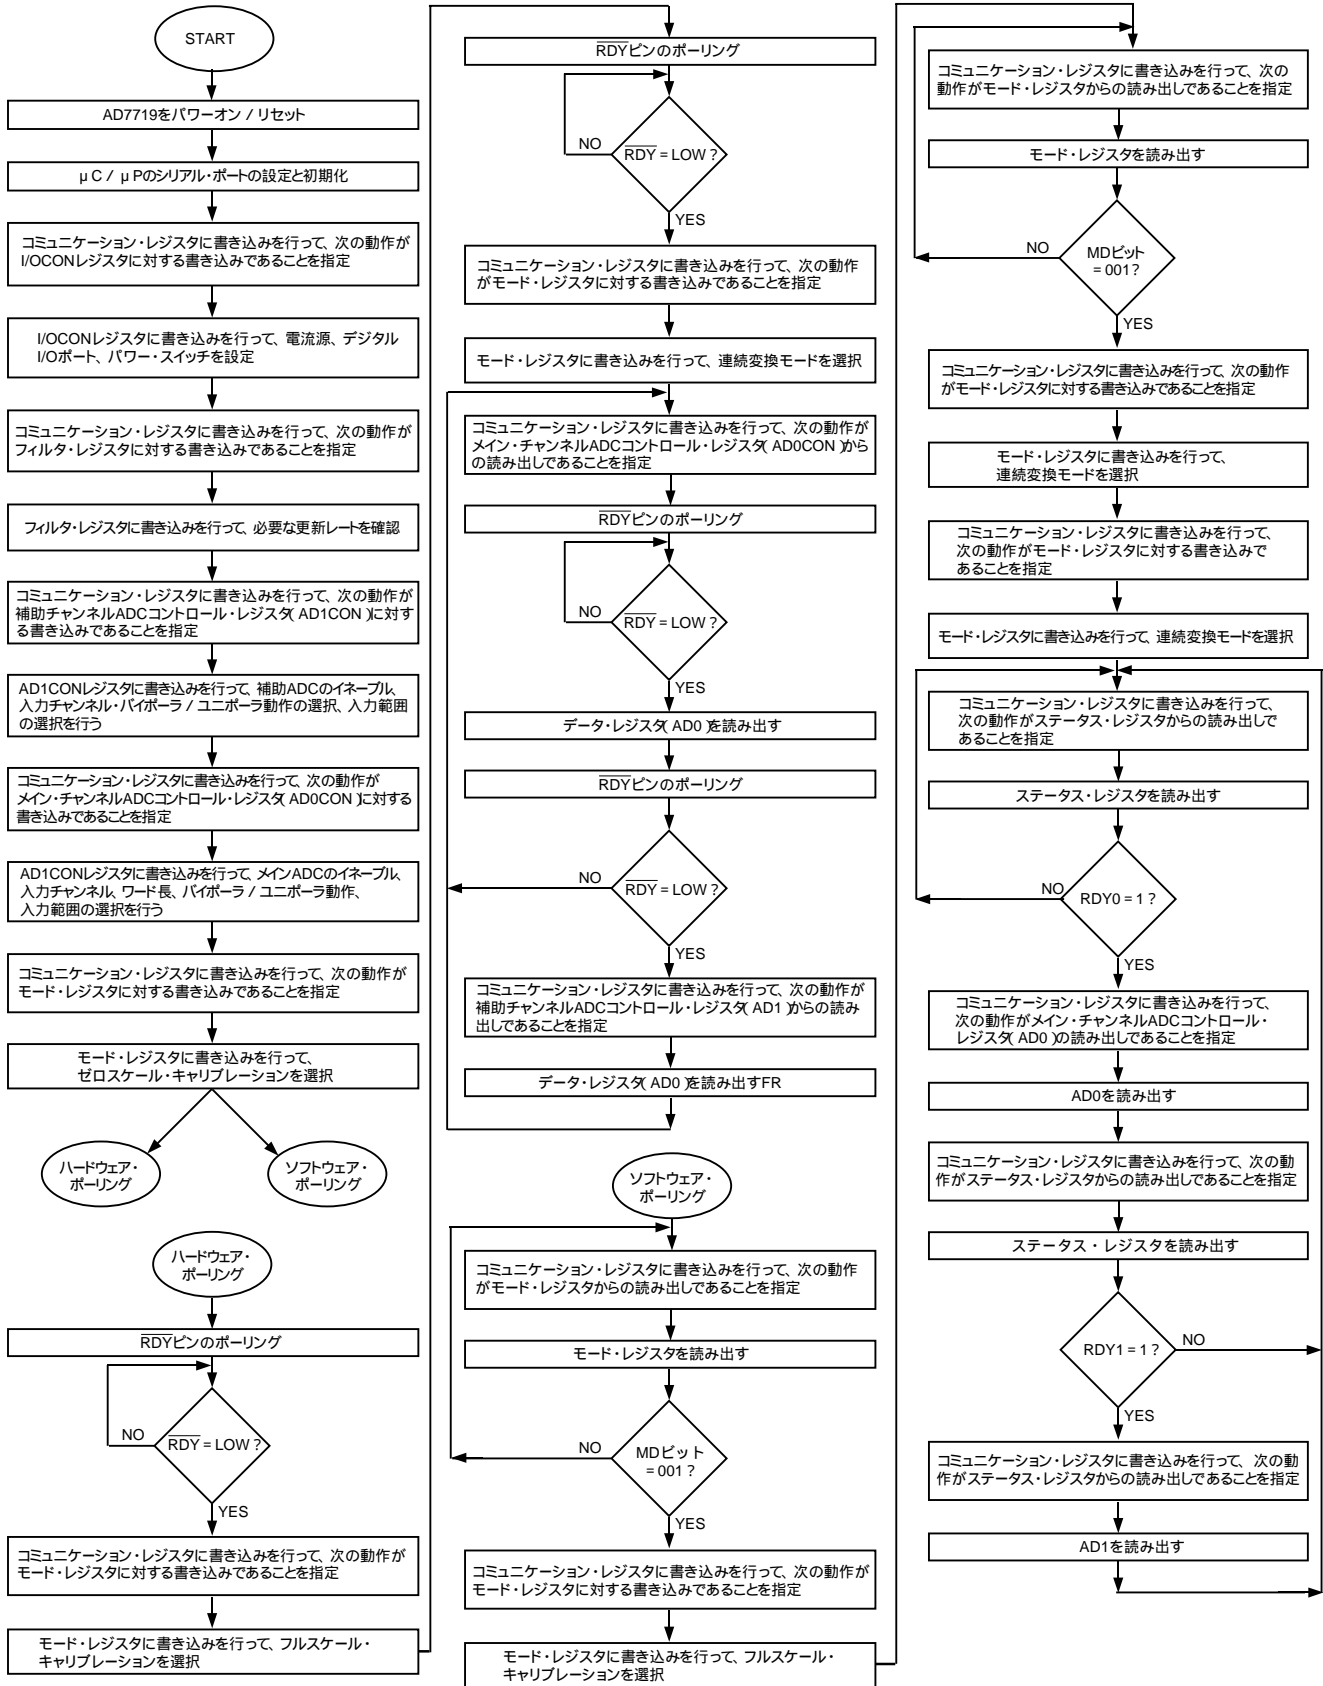
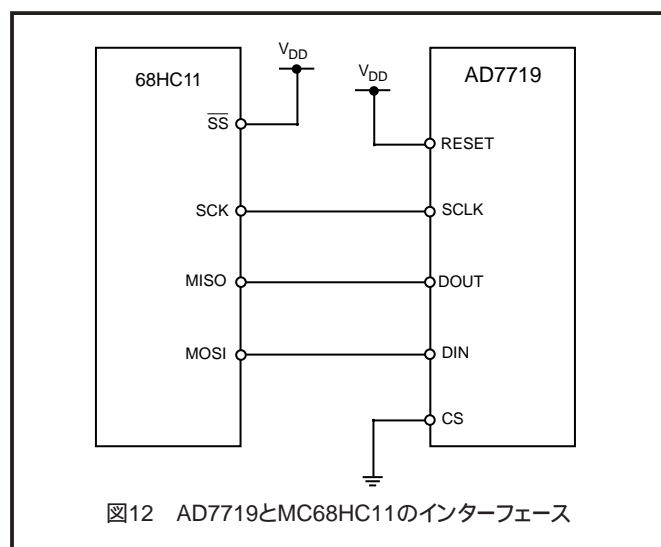
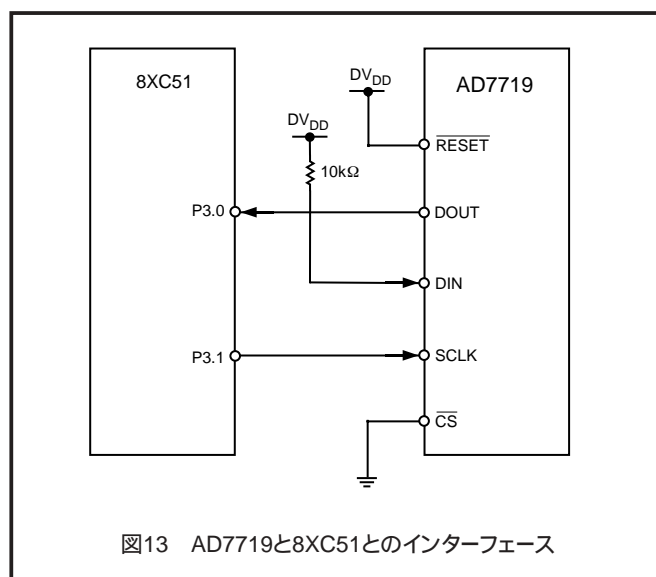
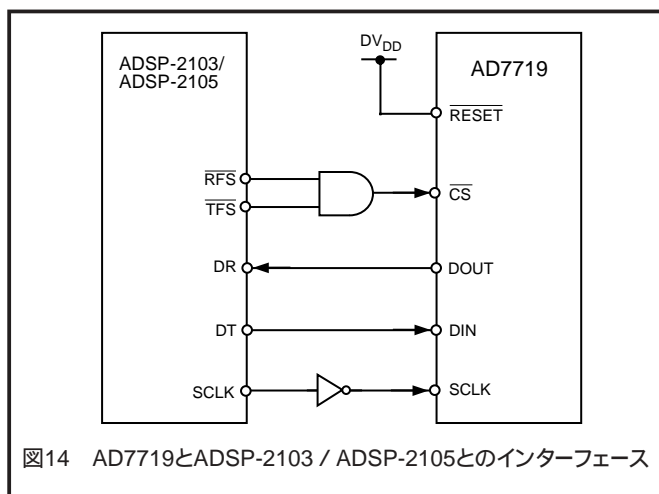

図11 初期化、キャリブレーション、AD7719のメイン・チャンネルと補助チャンネルからのデータ読み出しのフローチャート
図12 AD7719とMC68HC11のインターフェース
図13 AD7719と8XC51とのインターフェース
図14 AD7719とADSP-2103 / ADSP-2105とのインターフェース
ユーザーからアクセス可能なAD7719の全レジスタは、シリアル・インターフェースを経由してアクセスします。これらのレジスタとの通信は、コミュニケーション・レジスタに先ず書き込みを行うことにより開始されます。図11に、パワーアップまたはリセット後にAD7719の全レジスタを設定するときに使うシーケンス・フローを示します。このフローチャートには、データ・レジスタの読み出し可能なタイミングまたはキャリブレーション・サイクルが完了するタイミングを知るための2つの方法を示します。最初の方法は、RDYピンのハードウェア・ポーリングによる方法であり、2つめの方法は、ステータス・レジスタとモード・レジスタ内のビットをソフトウェアから読み出す方法です。このフローチャートには、パワーオンまたはリセット後に、ADCを初期化してメイン・チャンネルと補助チャンネルからデータを読み出すために必要なすべてのプログラミング・ステップが詳細に記載してあります。各ステップは次のように分類できます。
3. 動作モードを選択を選択するとき、ユーザーは変換モードではデータ読み出しが有効になるタイミングを、またはキャリブレーション・モードではキャリブレーションが完了するタイミングを、それぞれ知る必要があります。これは、RDYピン(ハードウェア・ポーリング)のポーリングまたはステータス・レジスタまたはモード・レジスタのビットを読み出すこと(ソフトウェア・ポーリング)により、実行します。図11に、この両方の方法を示します。この図では、メインADCと補助ADCは共に使用中であり、かつキャリブレーションが必要であることを仮定しています。AD7719が出荷時キャリブレーション済み状態で動作している場合は、フィールドでのキャリブレーションは不要であるため、これらのステップをスキップできます。
マイクロコンピュータ/マイクロプロセッサとのインターフェースAD7719のフレキシブルなシリアル・インターフェースを使うと、多くのマイクロコンピュータやマイクロプロセッサと容易にインターフェースできます。図11のフローチャートに、マイクロコントローラまたはマイクロプロセッサとAD7719との間のインターフェースで従うべきシーケンスを示します。図12、図13、図14に、幾つかの代表的なインターフェース回路を示します。
図12に、AD7719と68HC11マイクロコントローラとの間のインターフェースを示します。図には、AD7719の \overline{CS} をローレベルにハードウェア接続した最小(3線式)インターフェースを示してあります。この図では、ステータス・レジスタのRDYビットを監視して、データ・レジスタが更新されたタイミングを検出します。RDY0はメインADCチャンネルのステータスを、RDY1は補助チャンネルのステータスを、それぞれ表示します。インターフェース・ライン数が4本に増える別の回路では、AD7719のRDY出力ラインを監視する方法を使います。RDYラインの監視には次の2通りの方法があります。1つめは、入力に設定された、68HC11のポート・ビットの1つ(例えばPC0)にRDYを接続します。このポート・ビットをポーリングして、RDYのステータスを調べます。2つめの方式は、割り込み駆動システムを使う方法で、RDY出力を68HC11のIRQ入力に接続します。AD7719の \overline{CS} 入力の制御を必要とするインターフェースの場合は、出力に設定した、68HC11のポート・ビットの1つ(例えばPC1)を使って、 \overline{CS} 入力を駆動できます。
AD7719と8XC51マイクロコントローラのインターフェース回路を図13に示します。図には、AD7719の \overline{CS} をローレベルにハードウェア接続した最小ライン数のインターフェースを示してあります。8XC51インターフェースの場合、最小接続数は2本だけです。この方式では、ステータス・レジスタのRDYビットを監視して、データ・レジスタが更新されたタイミングを検出します。インターフェース・ライン数が3本に増える別の回路では、AD7719のRDY出力ラインを監視する方法を使います。RDYラインの監視には次の2通りの方法があります。1つめは、入力に設定された、8XC51のポート・ビットの1つ(例えばP1.0)にRDYを接続します。このポート・ビットをポーリングして、RDYのステータスを調べます。
図14に、AD7719とADSP-2103/ADSP-2105 DSPプロセッサとのインターフェースを示します。このインターフェースでも、ステータスレジスタのRDYビットを監視して、データレジスタが更新されたタイミングを検出します。もう一つの方式は、割り込み駆動システムを使う方法で、RDY出力をADSP-2103/ADSP-2105のIRQ2入力に接続します。ADSP-2103/ADSP-2105のシリアル・インターフェースは、オルタナート・フレーミング・モードに設定します。ADSP-2103/ADSP-2105のRFSピンとTFSピンはアクティブ・ロー出力として設定し、ADSP-2103/ADSP-2105のシリアル・クロック・ラインSCLKも出力に設定します。ADSP-2103/ADSP-2105のRFS出力またはTFS出力がアクティブになると、AD7719のCSはアクティブになります。ADSP-2103/ADSP-2105のシリアル・クロック・レートは3MHzに制限して、AD7719との正常動作を保证する必要があります。